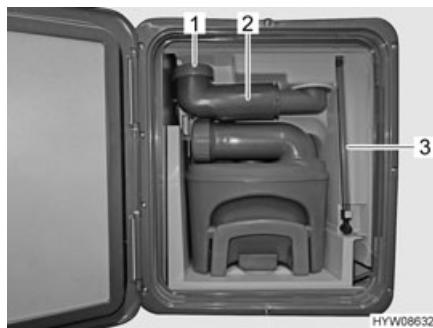

Fig. 117 Serbatoio fecale
Controllo del livello dell'acqua di risciacquo: ■ Controllare il livello dell'acqua nel tubo di riflusso (Fig. 117,3). Il livello dell'acqua nel tubo di riflusso corrisponde al livello dell'acqua nella cassetta dell'acqua di risciacquo.
- Ruotare verso l'esterno il bocchettone di riempimento (Fig. 117,2).
- Svitare il coperchio (Fig. 117,1).
- Sganciare il tubo di riflusso (Fig. 117,3) e ruotarlo verso il basso.